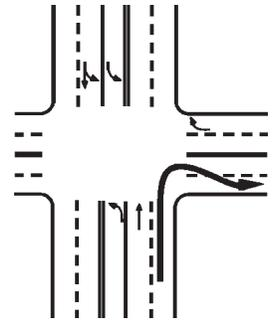

Figura 2-8
- muestra en la figura 2-8. Mantenga la parte de atrás del vehículo cerca del bordillo. Esto evitará que otros conductores lo pasen por la derecha.